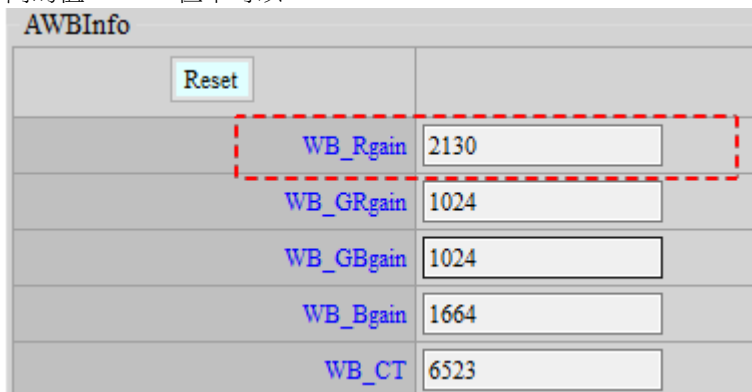

Figure 74: 读值显示于字段示意图
3. 讀值：欄框內的值 read only，不可以 write，以 API AWBInfo 為例(如 Figure 74)，可以讀取 WB_Rgain 欄框內的值 2130，但不可以 write。